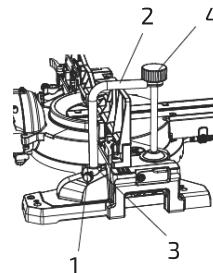
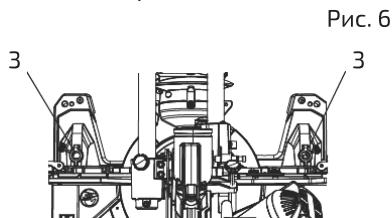

Рис. 5
Рис. 6
1. Ослабить блокирующую рукоятку тисков (1) в задней части основания пилы (рис. 5).
2. Поместить тиски (2) в одно из крепежных отверстий (3).
3. Затянуть рукоятку блокировки (1).
4. Ослабить рукоятку (4) и отрегулировать зажим так, чтобы иметь возможность надежно зафиксировать заготовку.
5. Прижим (2) можно вставить в одно из монтажных отверстий (3), находящихся позади упора (рис. 6).